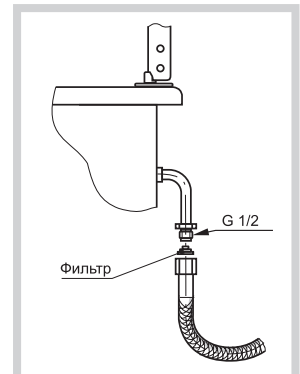

Рис. 13
- Подсоединение плиты к газовой сети или баллону должно быть выполнено при помощи гибкого шланга (рис. 13) согласно действующим в Вашем регионе нормативным документам в области газоснабжения и безопасности.